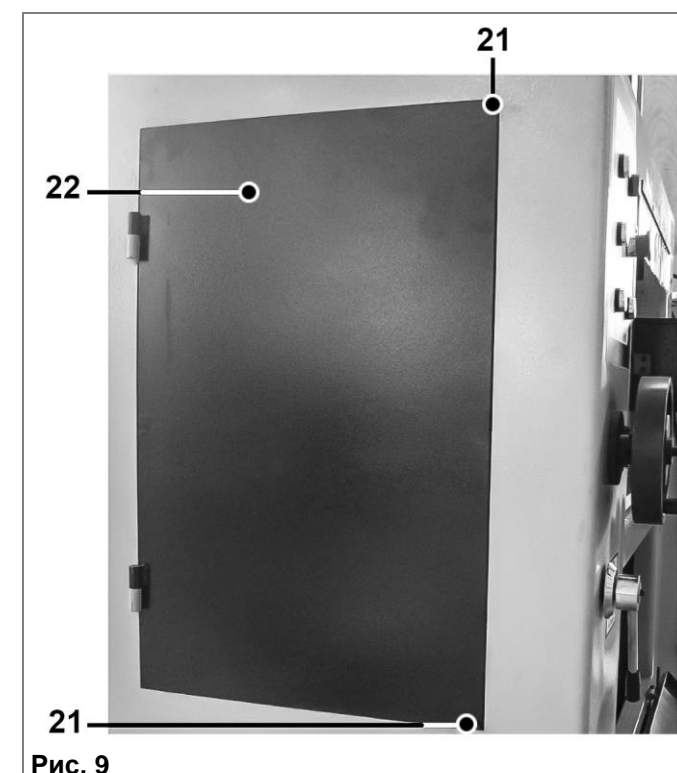
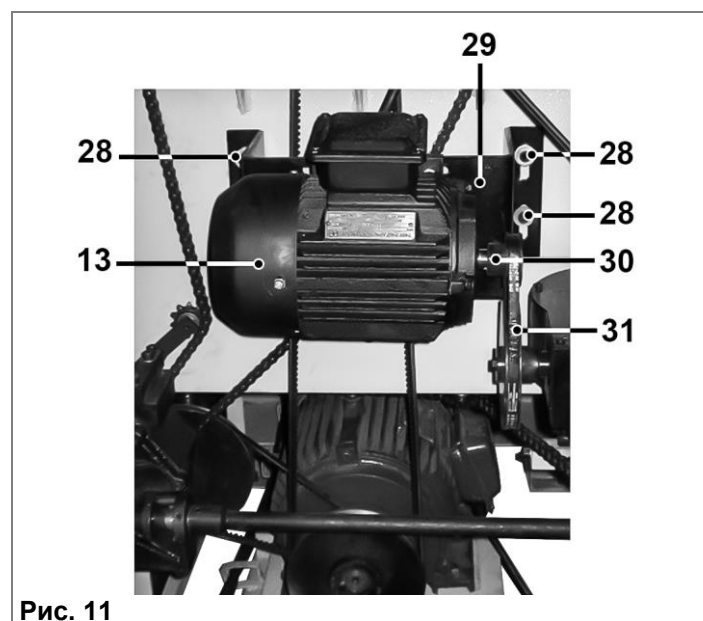

Рис. 9
Рис. 11
10.1. Регулировка натяжения ремней привода строгального вала (Рис. 9, 10)
10.1.1. Открутите два болта (21) (Рис. 9), откройте левую дверцу (22) и проверьте натяжение ремней передачи (24). При необходимости произведите регулировку.
10.2. Регулировка натяжения ремней привода подъема и опускания стола (Рис. 9, 11)
10.2.1. Открутите два болта (21) (Рис. 9), откройте левую дверцу (22) и проверьте натяжение ремней передачи привода подъема и опускания стола (31) (Рис. 11). При необходимости произведите регулировку.
10.2.2. Ослабьте четыре болта (28) (Рис. 11), произведите регулировку положения плиты (29) электродвигателя подъема стола (13).
10.2.4. Закройте дверцу (22), закрутите два болта (21) (Рис. 9).
10.5.1. В процессе работ, ввиду естественного растяжения цепи (44), особенно в начале эксплуатации станка (первые 50 часов наработки), производите натяжение цепи (44) по мере необходимости. Отключите станок от питающей сети, откройте дверцу (22), открутите два болта (21) (Рис. 9). Для регулировки натяжения цепи подъема стола (44) ослабьте болт (46) механизма натяжения цепи со звездочкой (45).